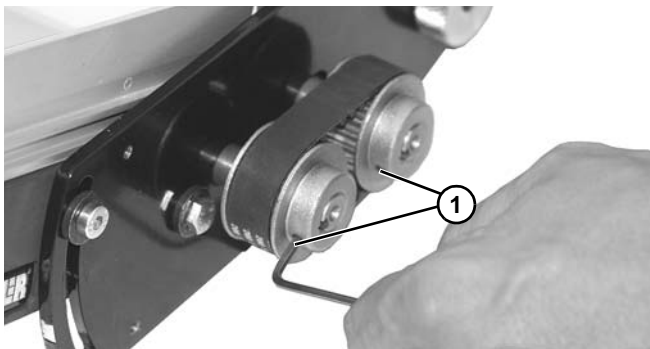

Figura 21
11. Asegúrese de que ambas poleas están niveladas con el eje y apriete los tornillos de fijación (Figura 21, artículo 1) en las poleas.